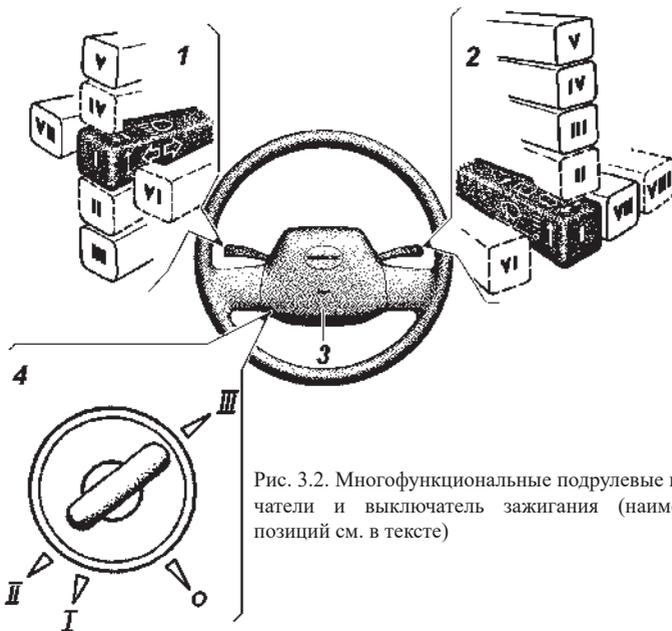

Рис. 3.2. Многофункциональные подрулевые переключатели и выключатель зажигания (наименование позиций см. в тексте)
Многофункциональные подрулевые переключатели и выключатель зажигания (рис. 3.2):
**I – рычаг переключателя указателей поворота и света фар** (рис. 3.2) имеет следующие положения:
**2 – рычаг переключателя стеклоочистителя и омывателя** (рис. 3.2) имеет следующие положения:
**4 – выключатель зажигания** (рис. 3.2). Выключатель замка зажигания закреплен на рулевой колонке болтами с отрывной головкой для предотвращения демонтажа замка зажигания с противоугонным устройством обычными ключами. На заводе головки болтов не отрываются с целью сохранения возможности снятия замка с рулевой колонки в предпродажный период. Потребитель должен сам принять решение о необходимости отрыва головок болтов.